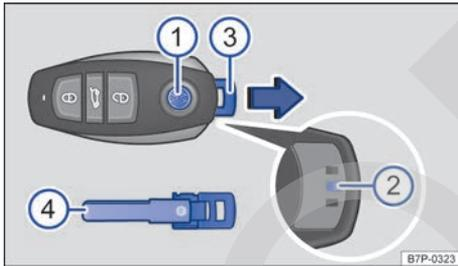
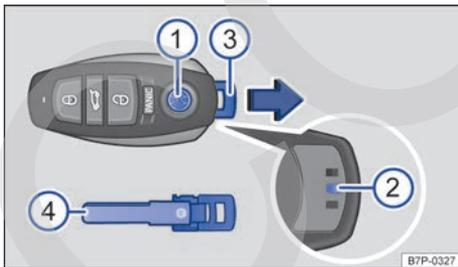

Fig. 31 Desbloquear y extraer la llave de emergencia de la llave del vehículo.
Fig. 32 Desbloquear y extraer la llave de emergencia de la llave del vehículo con tecla de alarma.
Dentro de la llave del vehículo hay una llave de emergencia → fig. 31 (4) → fig. 32 (4) para desbloquear y bloquear el vehículo manualmente.
- 1 Pulsar la tecla para desbloquear la llave de emergencia (1).
- 2 Presionar la pestaña de bloqueo de la llave del vehículo (2).
- 3 Al mismo tiempo extraer la llave de emergencia por la anilla en el sentido de la flecha (3).
En la llave del vehículo hay una llave de emergencia → fig. 31 (4) o → fig. 32 (4) para desbloquear y bloquear el vehículo manualmente.